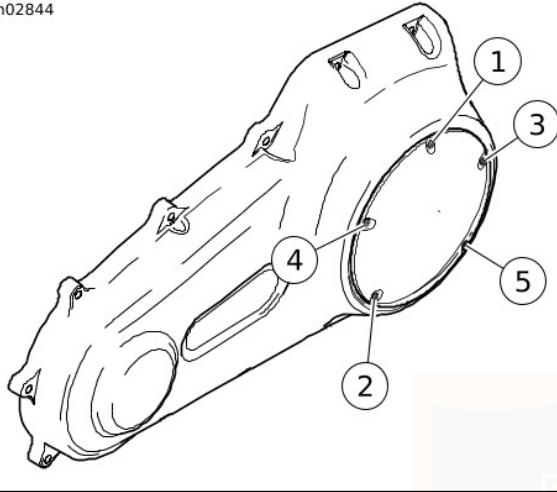

Figura 55. Secuencia de apretado de la cubierta del embrague
- c. Asegure la cubierta de inspección con los tornillos y arandelas prisioneras (3).
- d. Vea Figura 55. Apriete en la secuencia mostrada a 9,5–12,2 N·m (84–108 **in-lbs**).